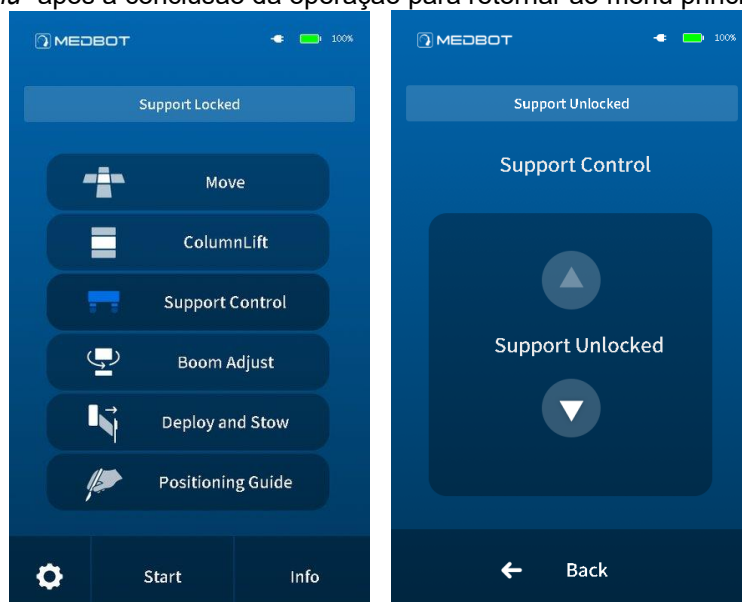

Figura 9.4. Menu principal da tela de toque de suporte à interface de controle
c) Conforme mostrado na Figura 9.4, ao clicar no botão “*Support Control*”, o sistema salta para a interface de controle do Suporte e, ao clicar no botão “” ou “”, a articulação do suporte no Carrinho Cirúrgico sobe ou desce de forma correspondente. Antes de realizar a operação para mover o Carrinho Cirúrgico, confirme se o suporte do Carrinho Cirúrgico foi retraído. Clique no botão “*Back to main menu*” após a conclusão da operação para retornar ao menu principal.